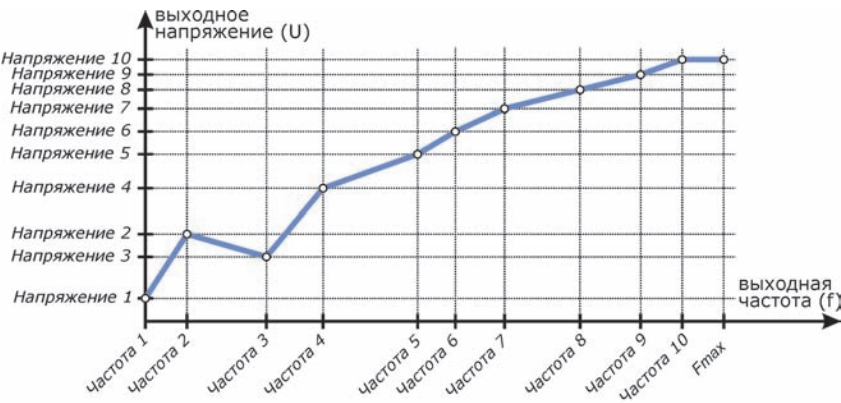

Рисунок 4.5 - Пример пользовательской характеристики U/f
- кривая пользователя - произвольная зависимость напряжения от частоты, задаваемая пользователем по 10 точкам (см. рисунок 4.5).
п. 3.1.3.4 Хар-ка пользователя – настройка пользовательской характеристики U/f . Характеристика задается пользователем по 10 точкам (см. рисунок 4.5). Для каждой точки могут быть произвольно настроены значения частоты и напряжения при этой частоте. Для точки 0 установлена фиксированная частота 0 Гц.